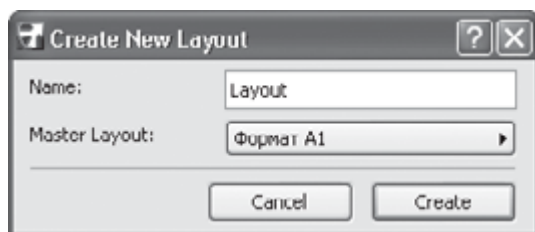

Рис. 13.11. Создание чертежа
- Щелкните правой кнопкой мыши на подмножестве **Планы** и выберите из контекстного меню операцию **New Layout (Создать чертеж)**. На экране появится окно **Create New Layout (Создать новый чертеж)** (рис. 13.11).